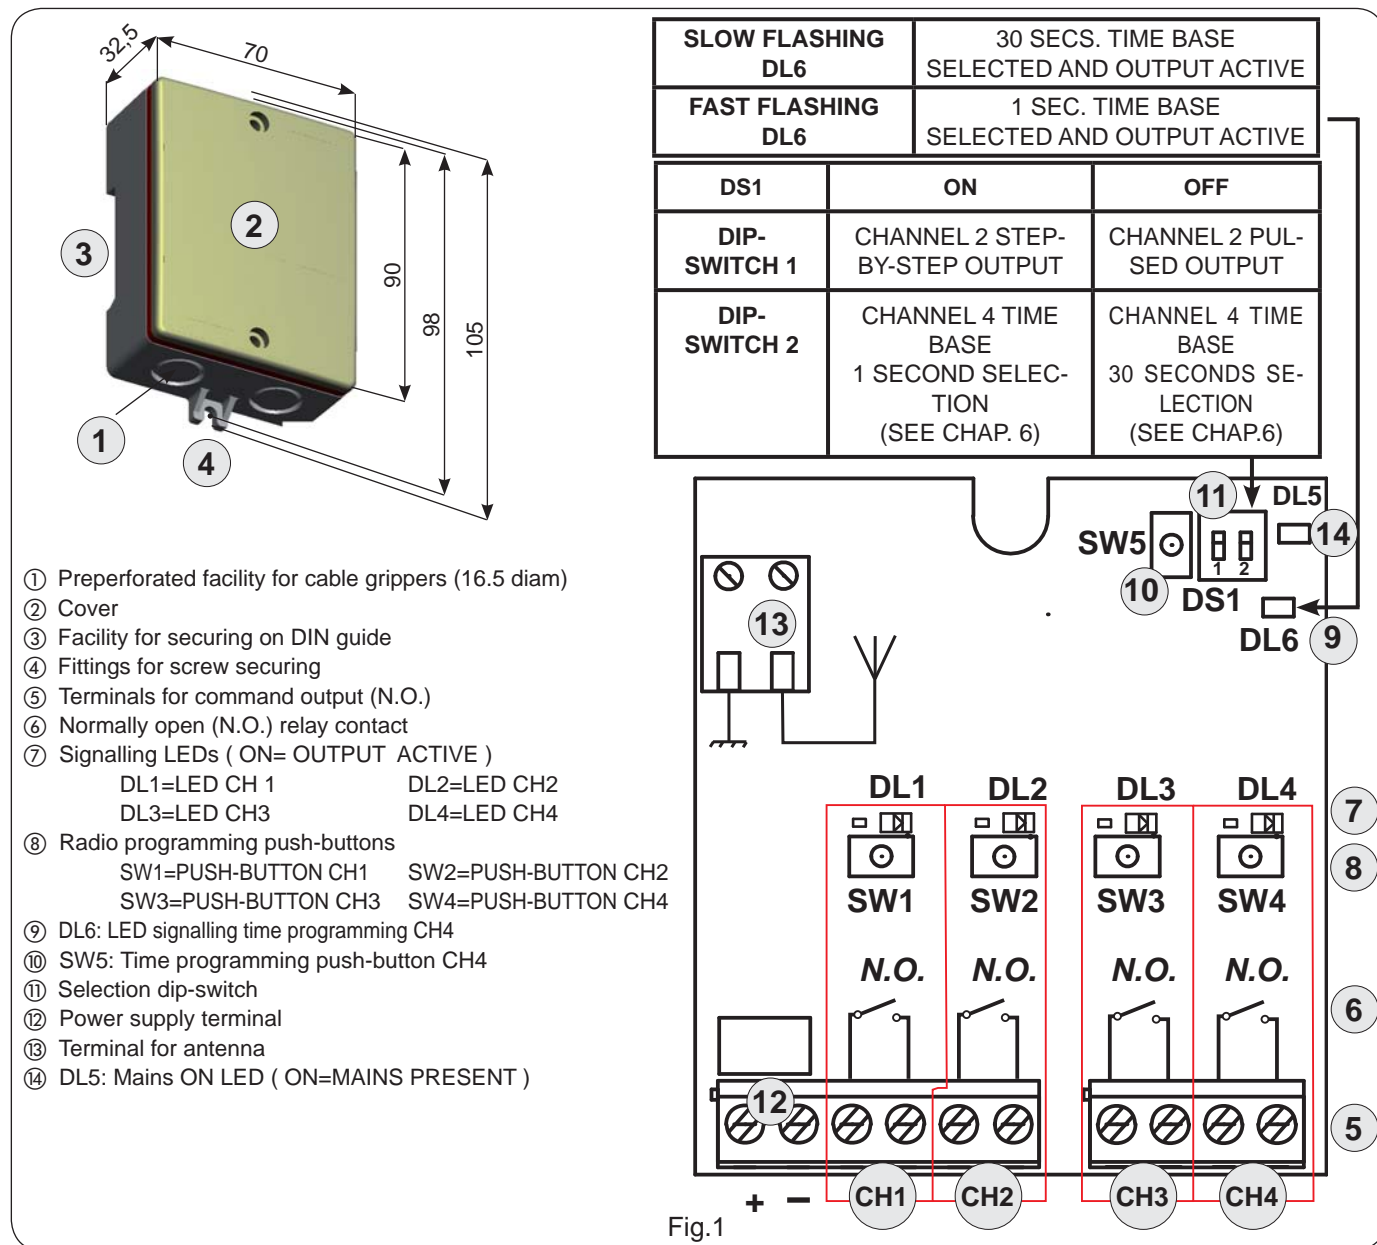

Fig.1
- 2) Sulla ricevente, il led corrispondente (Fig.1 rif. ⑦) inizia a lampeggiare lentamente per 5 sec.
- 4) Il led sulla ricevente (Fig.1 rif. ⑦) si accenderà a luce fissa per 1 secondo, indicando l'avvenuta memorizzazione, per poi riprendere a lampeggiare per altri 5 sec. durante i quali si può
- 1) Per cancellare **TUTTI** i codici dei radiocomandi associati ai canali **1-2 o 3-4**, è sufficiente tenere premuto il pulsante corrispondente (Fig.1 rif. ⑧), per 10 sec. (**ES: PER CANCELLARE TUTTI I RADIOCOMANDI ASSOCIATI AI CANALI 1-2 SI PREMERÀ SW1 O SW2**).
- 2) Il led corrispondente (Fig.1 rif. ⑦) al pulsante premuto lampeggerà per i primi 5 sec. per poi lampeggiare più velocemente per i successivi 5 sec.
Per effettuare la programmazione del tempo, occorre innanzitutto **scegliere tramite il dip switch 2 la base tempi** con cui la scheda effettuerà il conteggio (**vedi tabella fig.1**); successivamente premere il tasto SW5 (Fig.1 rif.⑩) fino ad arrivare al tempo scelto (Ad ogni pressione del tasto corrisponde un breve accensione del led DL6). Attendere 5 sec. , **senza premere nessun tasto**, fino all'accensione del led DL6 fisso per 3sec. (Per uscire dalla programmazione).
- 2) Premere il tasto SW5 (Fig.1 rif.⑩) 10 volte.
- 2) Premere il tasto SW5 (Fig.1 rif.⑩) 20 volte.
- 4) Press, for 1 second, the push-button on the receiver (Fig.1 ref.⑧) relating to the channel you wish to associate with the radio control.
- 5) The relevant LED on the receiver (Fig. 1 ref. ⑦) begins to flash slowly for 5 secs.
- 7) The LED on the board (Fig.1 ref. ⑦) lights up on steady beam for 1 second and then goes OFF, indicating that storage was executed.